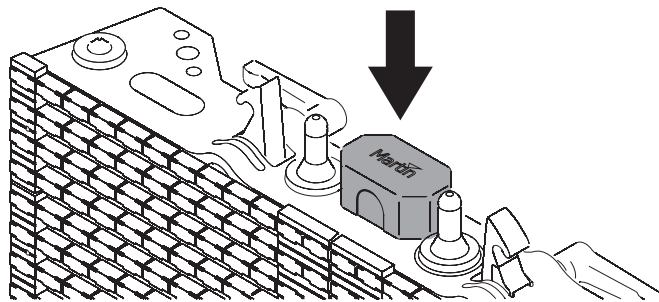

Bild 3: Schutzkappen
5. Entfernen Sie vor der Montage die Schutzkappen der Modulanschlüsse (siehe Bild 3). Bewahren Sie die Schutzkappen sorgfältig für die weitere Verwendung auf.